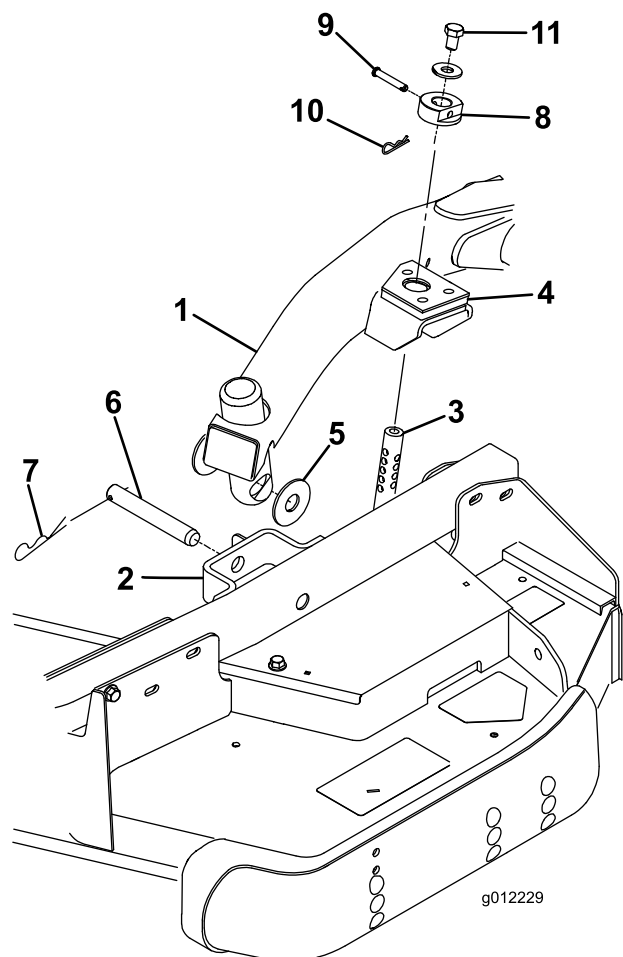

Figura 4
2. Mueva la palanca de elevación a la posición Flotar. Empuje hacia abajo uno de los brazos de elevación hasta que los taladros del brazo de elevación estén alineados con los taladros del soporte del brazo de la rueda giratoria y pueda introducirse la varilla de ajuste de la altura de corte en los alojamientos del brazo de elevación (Figura 4).
3. Fije el brazo de elevación al brazo de la rueda giratoria con 2 arandelas de empuje, un pasador y una chaveta. Coloque las arandelas de empuje entre el brazo de elevación y el soporte del brazo de la rueda giratoria (Figura 4). Introduzca el extremo del pasador de horquilla en la ranura de la pestaña del brazo de la rueda giratoria para retener el pasador.
los pasadores y los pasadores de horquilla (Figura 4). Oriente la cabeza del pasador hacia la parte delantera de la carcasa, si es posible.
8. Instale un perno (1/2 x 3/4 pulgada) y una arandela en la parte superior de cada varilla de ajuste de la altura de corte (Figura 4).